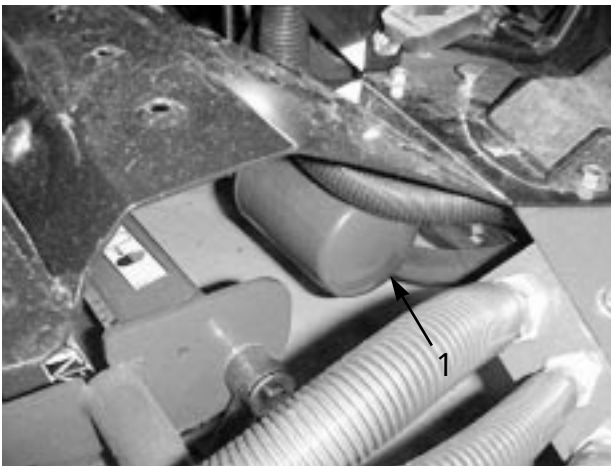

図 51
3. フィルタ (図51) の取り付け部周辺をきれいにふき、下に廃油受けを用意し、フィルタハウジングからフィルタを外す。フィルタレンチはボトムタイプのもを使用する。廃油は適切な方法で処理する。